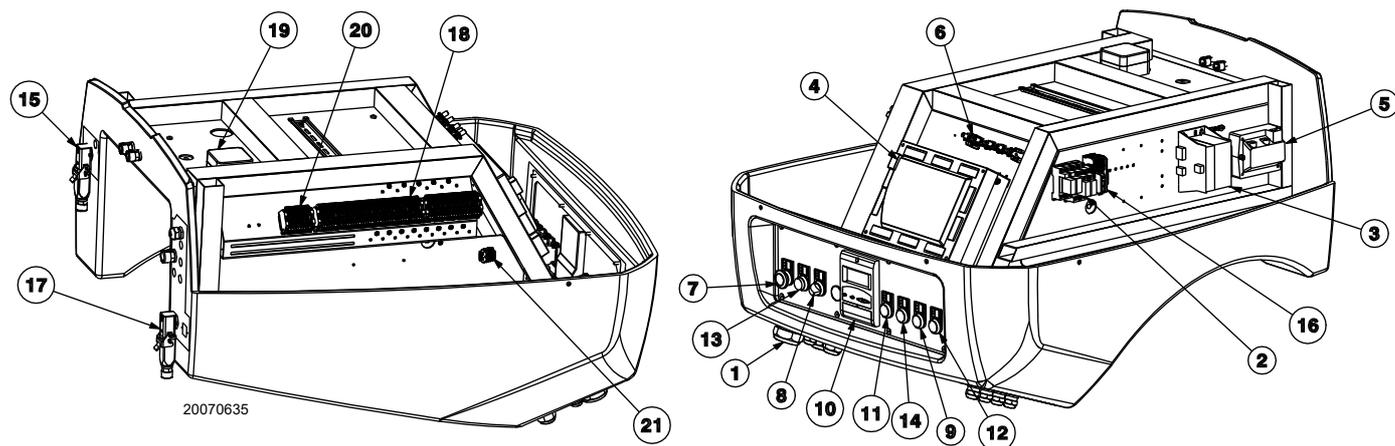

Fig. 5
- **Blocage de la boîte de contrôle:** l'allumage du bouton 13)(Fig. 5) (**LED rouge**) signale que le brûleur est bloqué. pour le débloquent, appuyer sur le bouton 13)(Fig. 5).